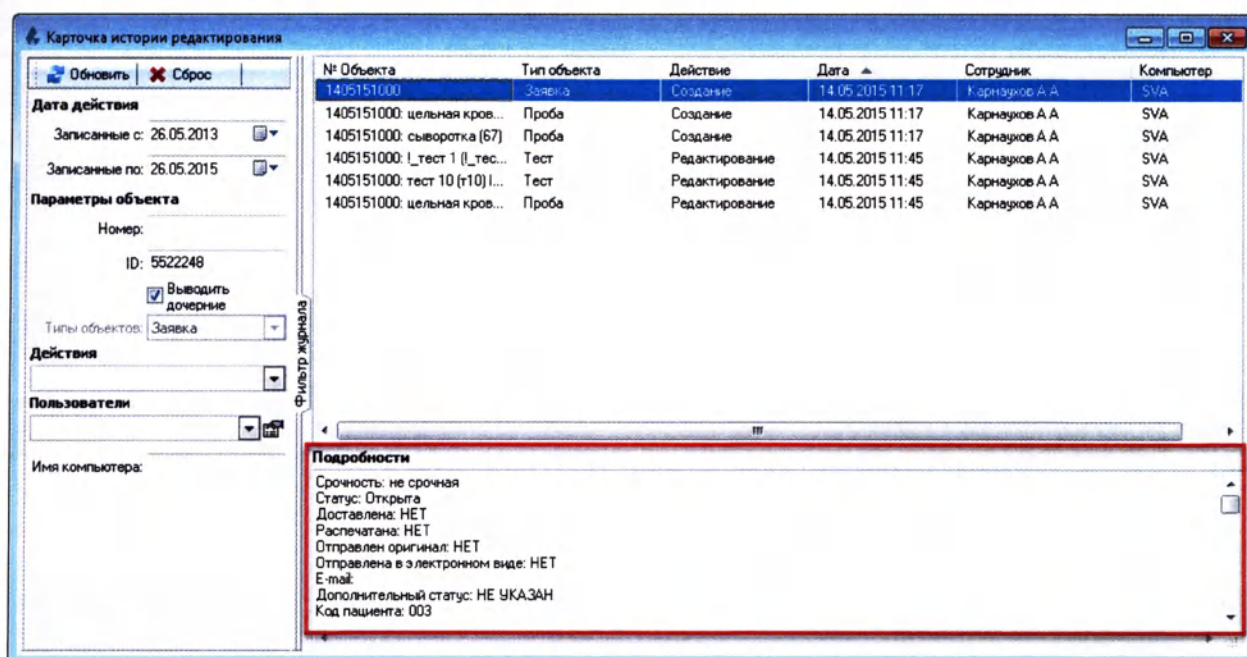

Рисунок 5.43
4. Подробности по выбранной записи отображаются в нижней части окна карточки истории редактирования в области «Подробности» (Рисунок 5.43):